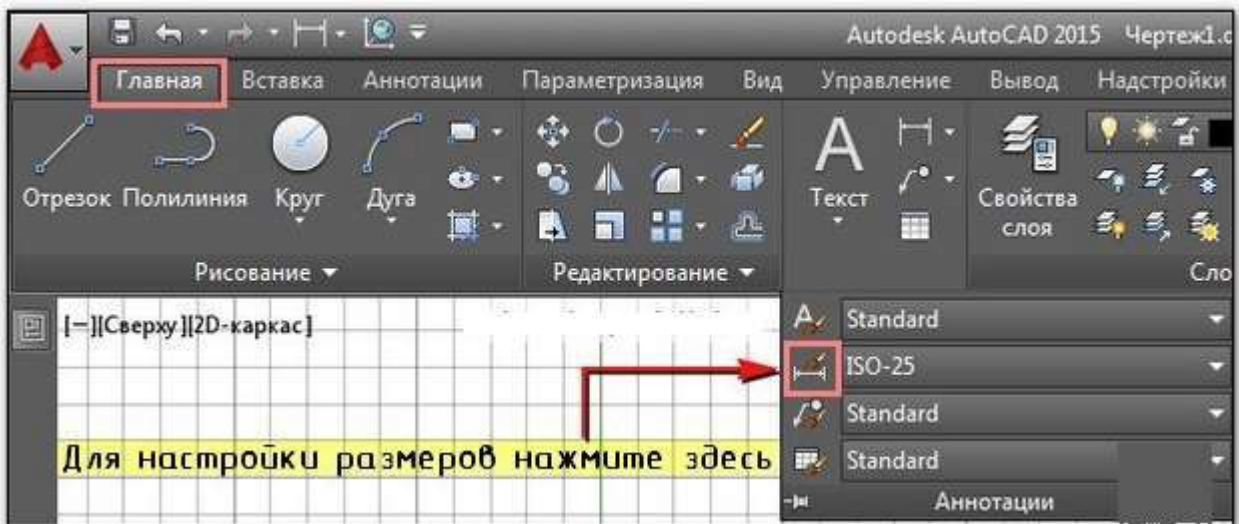

Рисунок 59 - Вызов Диспетчера размерных стилей с главной вкладки.
- на вкладке «Главная» - на панели «Аннотации» раскрыть внизпадающий список и нажать на небольшую иконку с изображением размера, как показано на рис. 59.